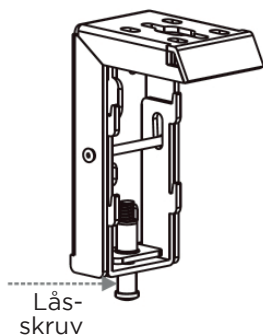

Bild 6
3. Lossa låsskruven på monteringsvinklarna tills den nedre upphängningen har ställts in komplett nedåt. (Bild 6 och 7)